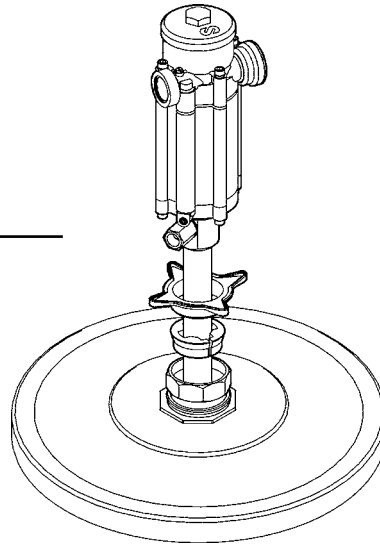

Fig. 1
3. Die Pumpe durch die Mutter einführen und mit der Sternschraube in der gewünschten Höhe befestigen. (siehe Bild 1).